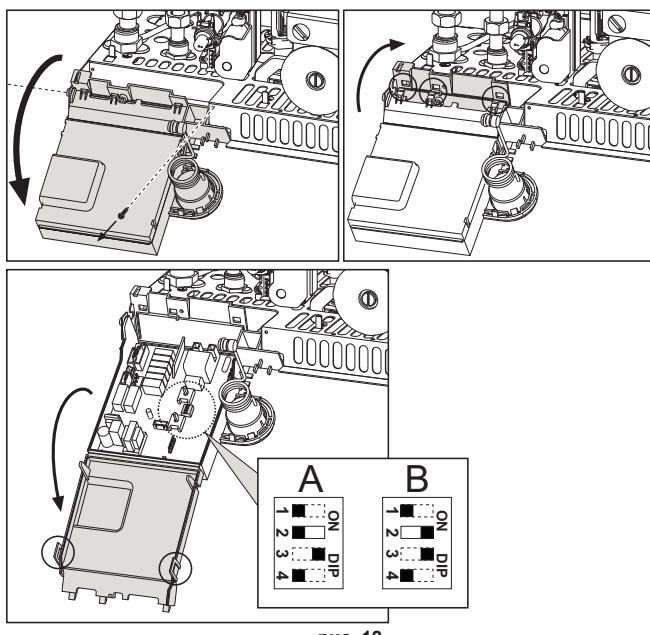

рис. 12
4. Измените настройку DIP-переключателя №2: OFF (ВЫКЛ)=Метан (поз. "A" рис. 12) - ON (ВКЛ) = GPL (поз. "B" рис. 12).